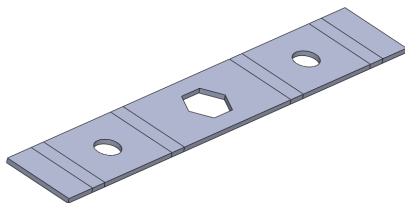

图 9-63 打开素材模型
(1) 单击常用工具栏中的【打开】按钮, 打开一幅素材模型, 如图 9-63 所示。